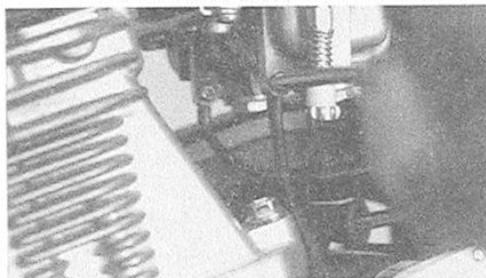

Bild 54
- Geeignetes Auffanggefäß unter Vergaser stellen und Kraftstoff aus Schwimmerkammer nach Ausdrehen der Ablass-Schraube ablassen (Bild 54).